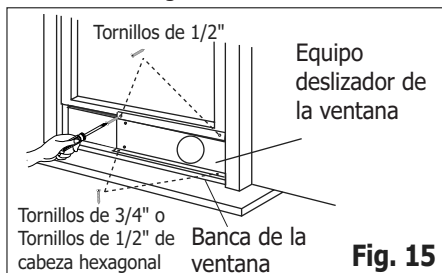

Fig. 15
3. Cierre de forma segura el marco de la ventana contra el equipo deslizador de la ventana (Fig. 15)
4. Colocar dos tornillos de 1/2" para ajustar el kit deslizable de la ventana al marco de la ventana. (FIG. 15)
5. Ajuste el kit deslizable de la ventana a la parte inferior de la ventana (FIG. 15):